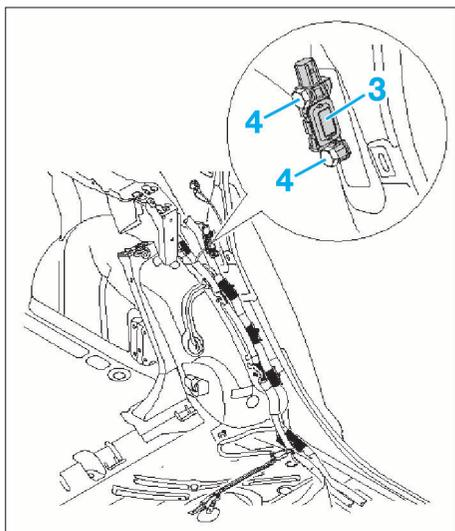

FIG. 28
- Débrancher le connecteur du capteur de collision (3) (Fig.28).